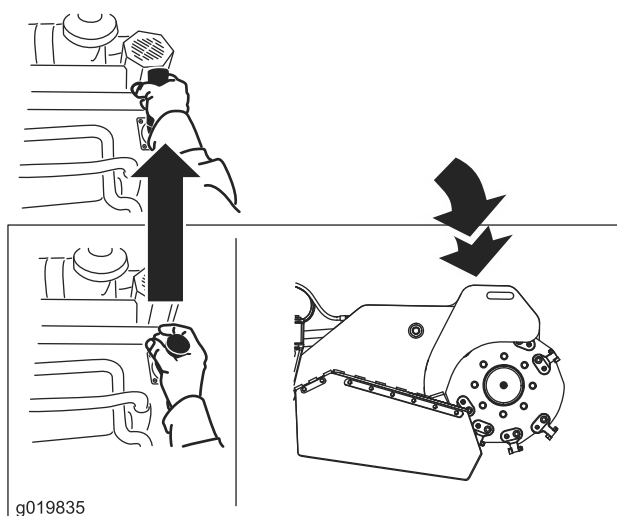

Figure 15
- Poussez le levier en avant pour abaisser la dessoucheuse (Figure 15).